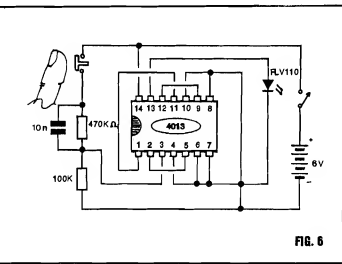
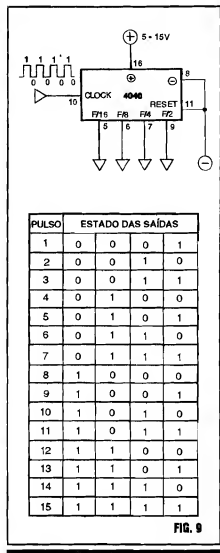
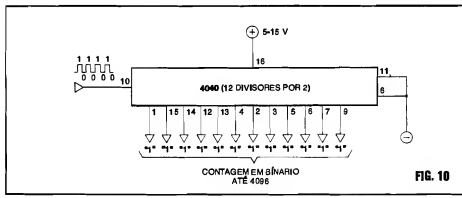

FIG. 6
FIG. 9
FIG. 10
- FIG. 6 - FAZENDO EXPERIÊNCIAS COMPROBATÓRIAS... - O Leitor/"Aluno" pode, muito facilmente, com o auxílio de uma matriz de contatos (Proto Board) realizar na prática algumas elucidativas EXPERIÊNCIAS, para comprovar, "ao vivo", o funcionamento dos blocos lógicos BIESTÁVEIS contidos no 4013, nas explicadas funções de divisor ou contador. Com um pouco de atenção, basta interligar os componentes sobre o Proto Board, "nos conformes" do esqueminha (que é muito simples...) para obter um divisor por 4 experimental... Uma rede RC, formada pelos resistores de 100K e 470K mais o capacitor de 10n, juntamente com um interruptor de pressão (push-button) tipo Normalmente Aberto, permite a injeção de pulsos na Entrada do sistema, um a um (fáceis de contar mentalmente, portanto...), através de pressões sequenciais no botão do dito interruptor... Para indicar o momentâneo estado digital presente na Saída, um LED comum é utilizado, e ligado de modo que apenas acenderá quando o pino 13 do 4013 se mostrar "alto", ou em "1"... Realizada a montagem experimental, totalmente sem solda (o que permitirá a posterior re-utilização dos componentes em outras experiências...), aplicam-se os pulsos, premindo o push-button uma vez para cada pulso e verifica-se que são necessários 4 pulsos na Entrada, para que o LED indicador mostre um período de acendimento... Se for apertado 8 vezes o interruptor, serão vistos dois períodos de acendimento do LED, e assim por diante...! Com um pouquinho de racio-
- FIG. 9 - INTERPRETANDO AS SAÍDAS DO 4040 COMO UM "TOTALIZADOR" (CONTADOR) BINÁRIO PRÁTICO... - Para simplificar as coisas, e não assustar muito a "turma", utilizaremos no presente exemplo, apenas as 4 primeiras Saídas do 4040, nas quais a Frequência do "trem de pulsos" original aparece nas proporções de F/2, F/4, F/8 e F/16. Pelo conjunto de "estados" possíveis (sempre "0" ou "1", como já sabemos...) nessas 4 Saídas, ordenadas da forma indicada, teremos em BINÁRIO a perfeita *contagem* dos pulsos aplicados à mencionada Entrada de CLOCK...! Se o "Aluno" for do tipo que "só acredita vendo", poderá realizar, num *Proto Board*, o circuito representado no diagrama, usando 4 LEDs nas Saídas, para indicar visualmente seus "estados", e aplicando à Entrada de CLOCK pulsos através de *push-button* (nos mesmo moldes da Experiência da FIG. 6...). Com isso, poderá comprovar a TABELA DE ESTADOS anexa à FIG. 9...
-FIG. 10 - INDO "ATÉ O CABO" DA CONTAGEM POSSÍVEL COM O 4040 - No diagrama/exemplo da FIG. 9 utilizamos, para simplificar as coisas, apenas as 4 primeiras Saídas do conjunto de contadores internos do 4040... Entretanto, lembrando que o dito Integrado tem nada menos que 12 contadores/divisores internos, todos com Saídas externamente acessíveis, podemos levar a "coisa até o cabo", aproveitando todas as Saídas, através das quais poderão ser contados e binariamente indicados com precisão (através de 12 LEDs, se o diagrama for concretizado numa Experiência sobre matriz de contatos...) até 4096 pulsos, já que o número binário "111111111111" significa exatamente "4096" em decimal...!